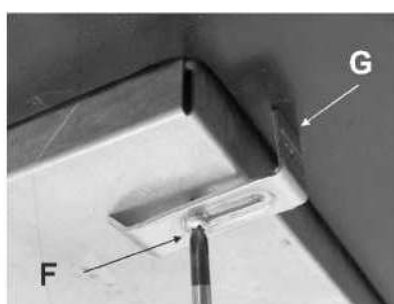

FIG.10
- Coloque a placa de cozinha no orifício efetuado no móvel e aperte-a com os parafusos "F" dos ganchos de fixação "G" (ver fig. 10).